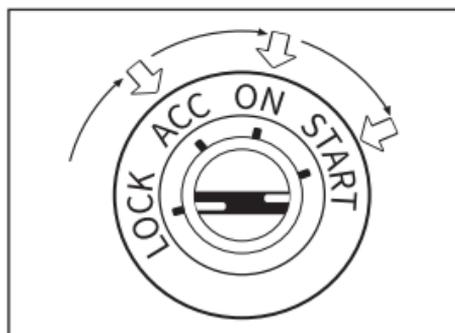

Figure 3.1.1
1. Coupez le moteur ou mettez-le en position "LOCK" (0). (Voir la figure 3.1.1)